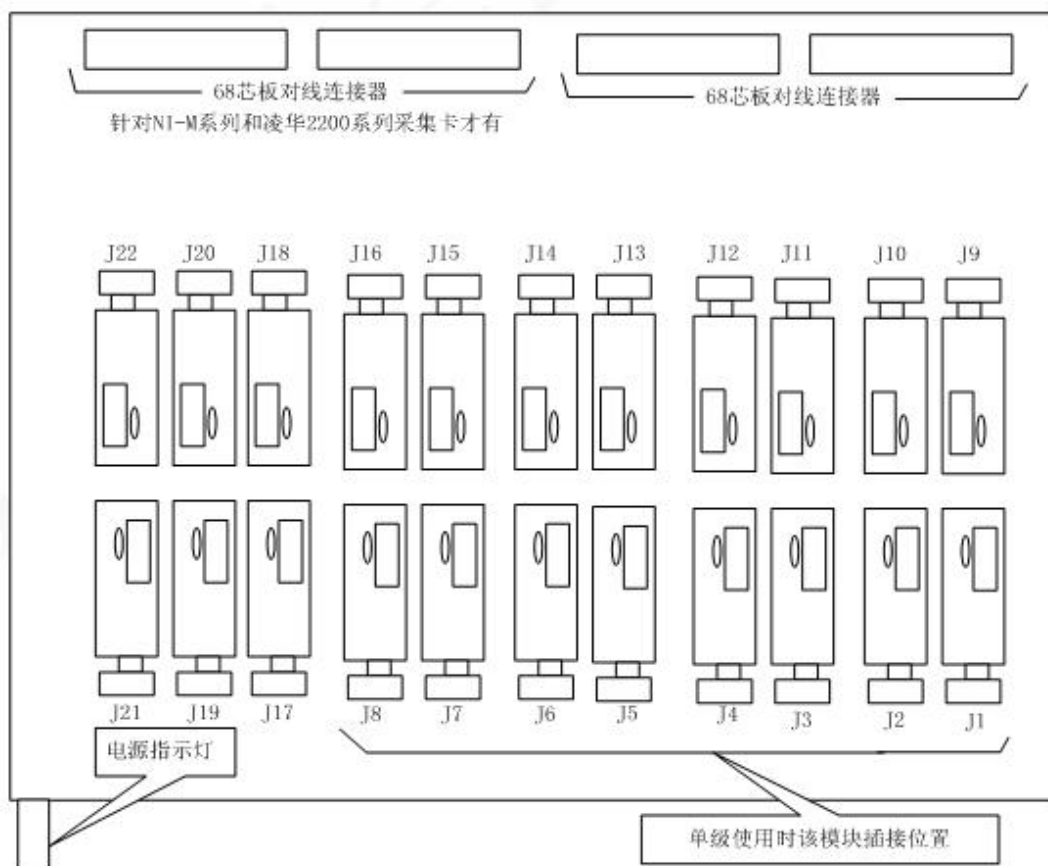

图 4 信号调理机箱主板器件示意图
- （1）将 ESC-AI-ISO 模块插在 ESC 信号调理机箱内 KEY1 的位置上（即 J1~J8 的任何位置，如图 4 所示）。